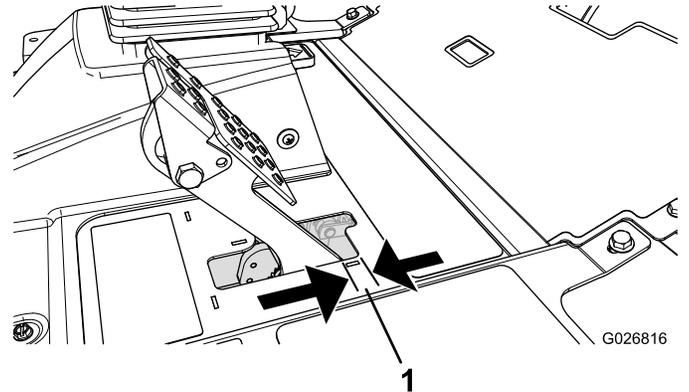

Figura 71
Ajuste los frenos si el pedal de freno tiene más de 2.5 cm (1") de holgura (Figura 71), o cuando se necesite más fuerza para frenar. La holgura es la distancia que recorre el pedal de freno antes de notarse una resistencia de frenado.
2. Apriete la tuerca trasera para mover el cable hacia atrás hasta que los pedales de freno tengan una holgura de 0.63 a 1.27 cm (1/4" a 1/2") (Figura 71) antes de bloquearse las ruedas.